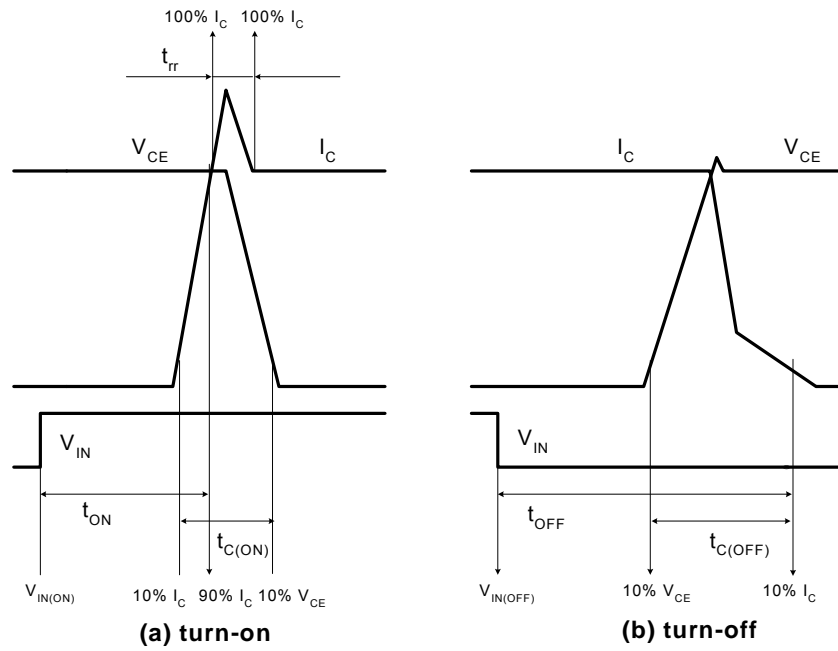

图 4. 开关时间的定义
3. t_{ON} 和 t_{OFF} 包括模块内部驱动 IC 的传输延迟时间。t_{C(ON)} 和 t_{C(OFF)} 指在内部给定的栅极驱动条件下, IGBT 本身的开关时间。详细信息, 请参见图 4。